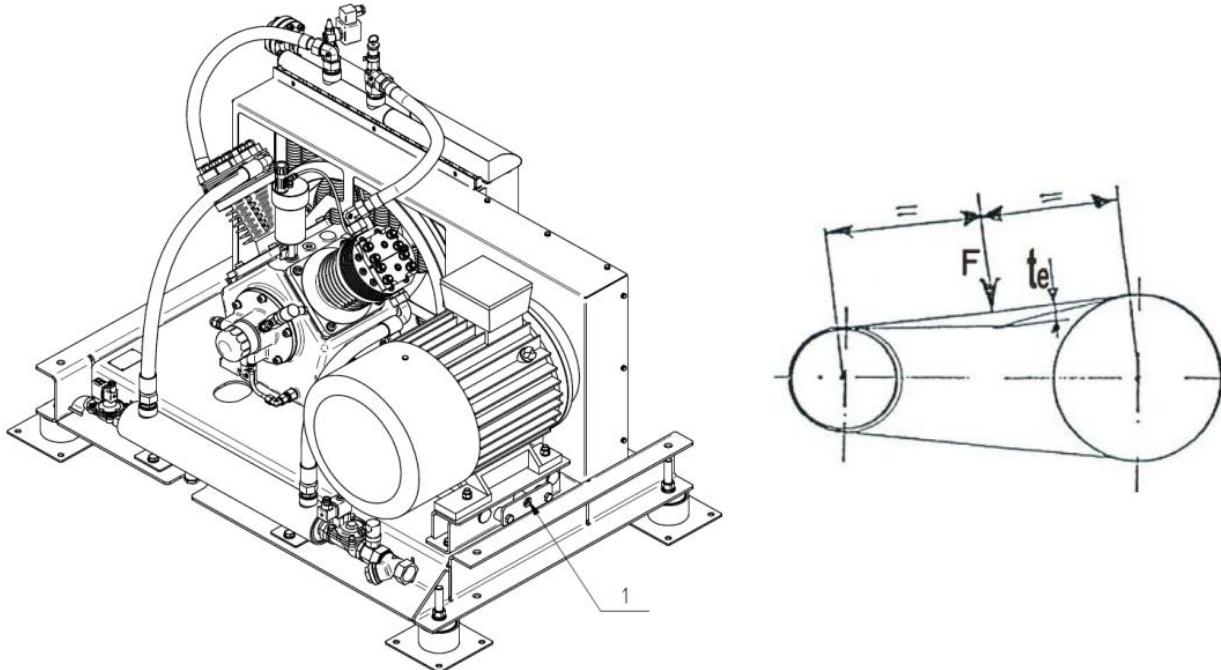

Рисунок 15
Для проверки натяжения ремней (рисунок 15) выполните следующие действия:
- При необходимости отрегулируйте натяжение ремней путем затягивания болта 1 (рисунок 15).